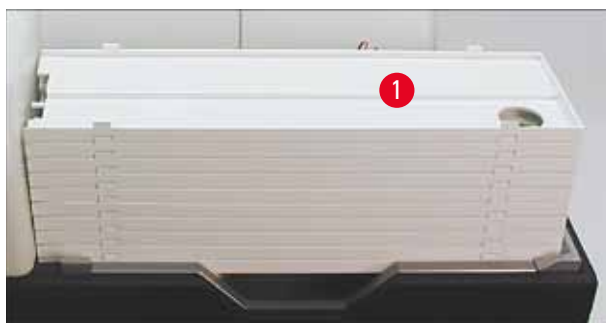

Fig. 38
1. Posizionare una pila di vassoi (→ "Fig. 38-1") sul tavolo di sollevamento della stazione di scarico (→ "Fig. 38").